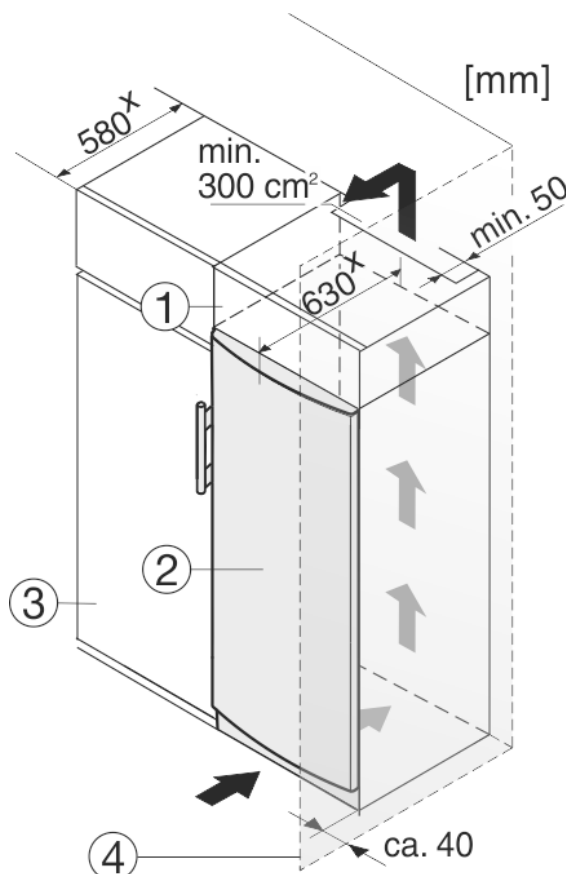

Fig. 9
- (1) Viseći ormar
- (2) Uređaj
- (3) Kuhinjski ormar
- (4) Zid
Uređaj se može adaptirati za ugradnju u kuhinjske ormare. Kako biste uređaj Fig. 9 (2) prilagodili visini kuhinjskog namještaja, iznad uređaja možete postaviti viseći ormar Fig. 9 (1).
Kod adaptacije s normalnim kuhinjskim ormarima (dubina maks. 580 mm) uređaj se može postaviti direktno uz kuhinjski ormar *Fig. 9 (3)*. Uređaj stoji bočno 34 mm x i u sredini uređaja 50 mm x nasuprot pročelju kuhinjskog ormara.
Kada se uređaj postavlja s okovima pored zida *Fig. 9 (4)*, razmak između uređaja i zida mora iznositi najmanje 40 mm. To odgovara stajanju ručice kod otvorenih vrata.